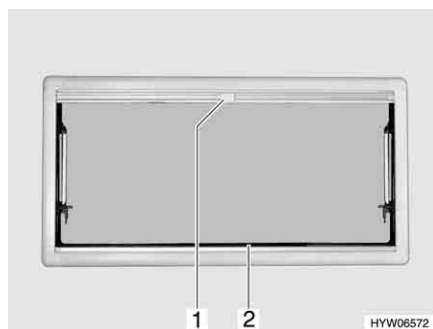

Fig. 53 Finestra apribile
- Afferrare la tendina oscurante pieghevole (Fig. 53,2) per la parte centrale della barra di presa, tirarla dal basso verso l'alto e rilasciarla nella posizione desiderata. La tendina oscurante pieghevole rimane in questa posizione.
- Tirare la zanzariera a rullo per la maniglia (Fig. 53,1) verso il basso fino a quando non si trova in contatto con la tendina oscurante pieghevole (Fig. 53,2).
- Premere la maniglia (Fig. 53,1) della zanzariera a rullo.